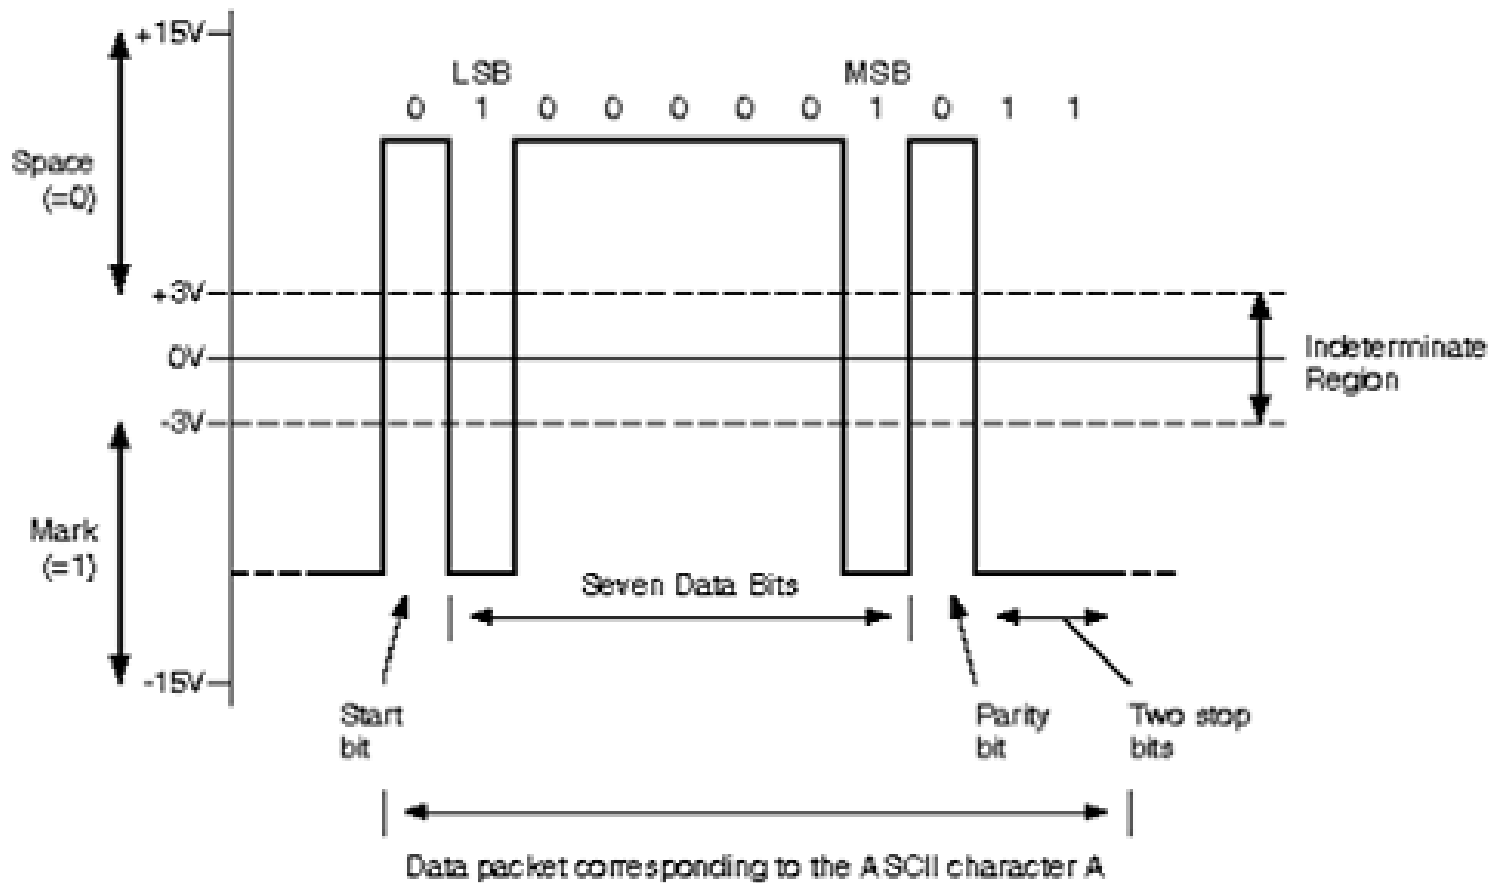

Fig.1. Serial data transfer of ASCII code 'A'.
- Fig.1은 ASCII 코드 “A” 값을 시리얼 통신으로 전송할 때의 데이터 형태입니다. 시리얼 통신은 두 종류의 전압 값을 통해 데이터가 구분됩니다. Space는 논리 “0”을 나타내며 +3V ~ +15V의 전위를 갖습니다. Mark는 논리 “1”을 나타내며 -3V ~ -15V의 전위를 갖습니다.